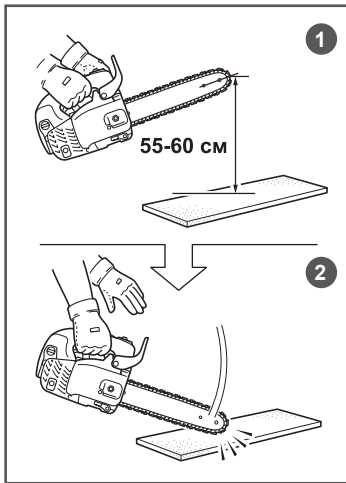

Рис. 7 Проверка инерционного тормоза
- Возьмитесь за переднюю и заднюю рукоятку бензопилы и держите ее так, чтобы она располагалась на высоте 50- 60 см от испытательной поверхности (Рис. 7).